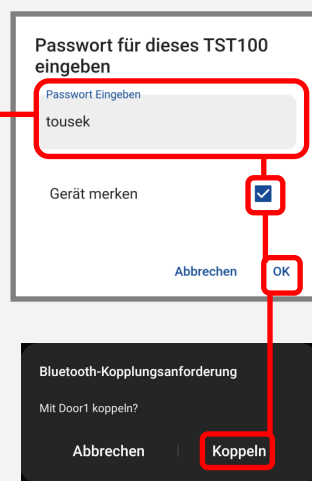

Bild 2
- 2) Geben Sie das Standardpasswort "tousek" ein und drücken Sie ok (aus Sicherheitsgründen empfehlen wir Ihnen, das Passwort zu ändern). Ihr Smartphone wird Sie auffordern, Ihr Bluetooth-Gerät zu koppeln. Bestätigen. (Bild 2)